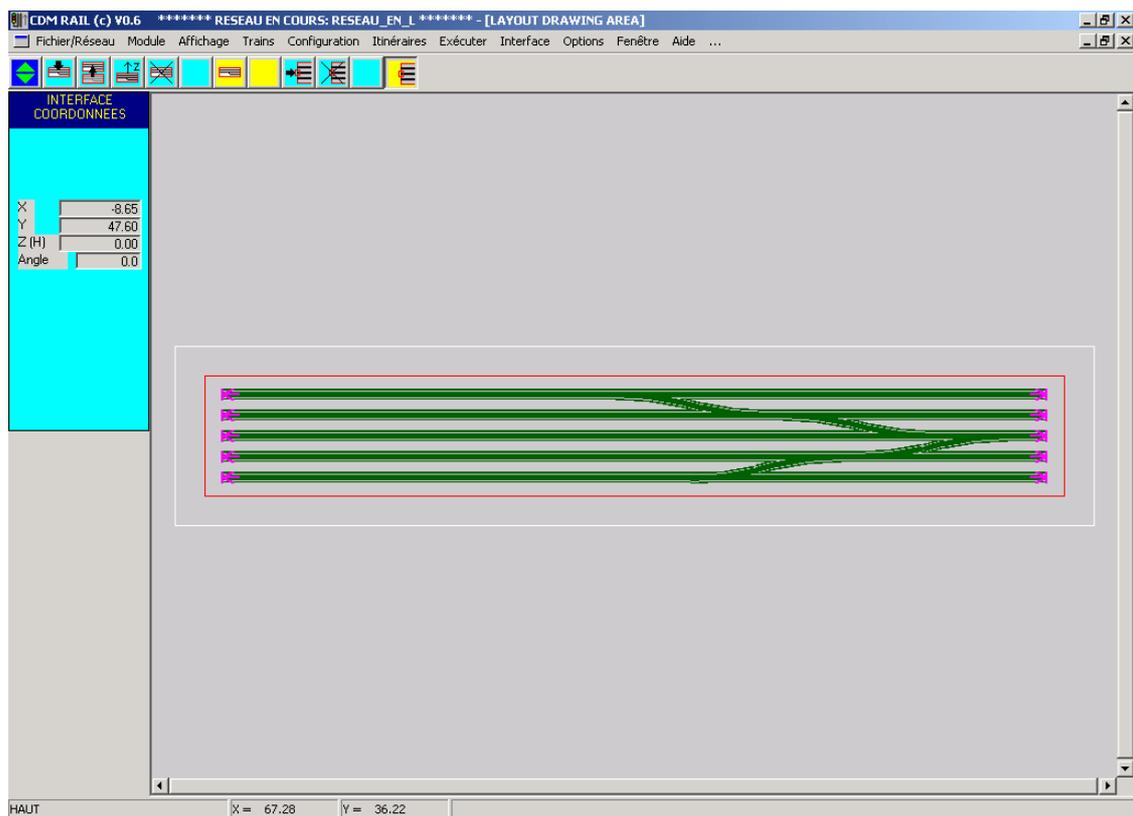

Figure MM-5-1 Module "HAUT".
- Le module "**HAUT**" (figure MM-5-1) a le même genre d'échangeur à base d'aiguillages que le module "ANGLE".